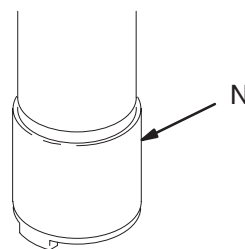

Abb. 4
Die Pumpe mindestens 5 Minuten langsam laufen lassen, dann stoppen und den Luftschauch abziehen. Auf die Kugel des Einlassventils (N) drücken, um das Material aus dem unteren Teil der Pumpe abzulassen. Siehe Abb. 4. Die Pumpe umdrehen, um das Material aus dem oberen Teil der Pumpe ablaufen zu lassen.